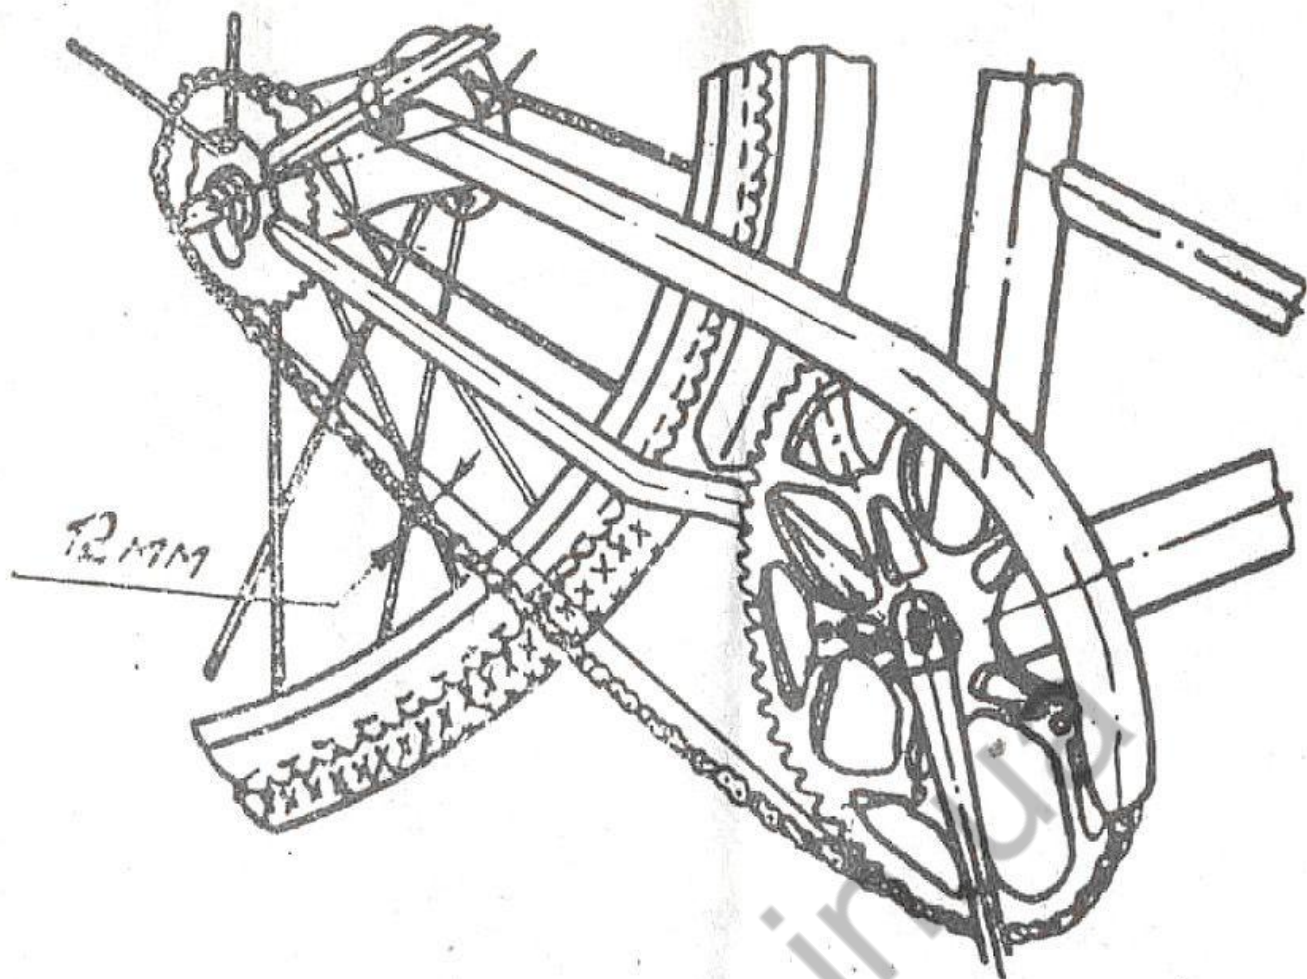

Рис. 9
5.6. Регулировка цепи (рис. 9).